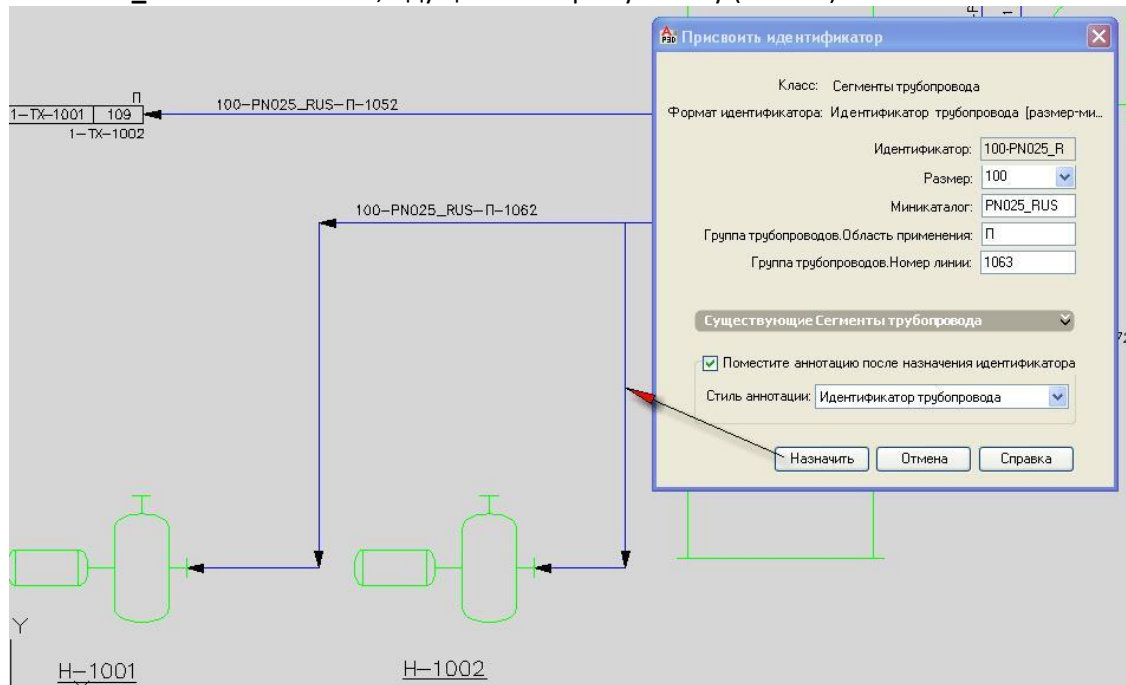

Рис. 15
- С помощью команды **Присвоить идентификатор** присвойте идентификатор **100-PN025_RUS-П-1063** линии, идущей ко второму насосу (Рис. 15).